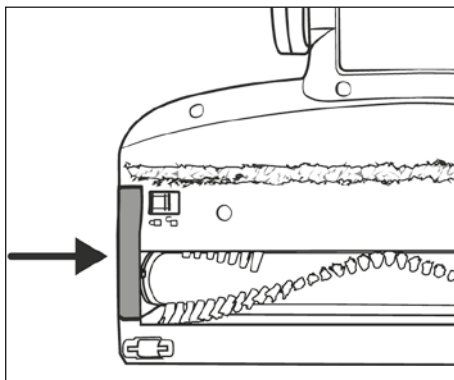

Abb. 29
- 6) Setzen Sie den Bürstenrollenhalter 20 wieder in die Bodenbürste 22 ein. Drücken Sie ihn nach unten, bis er mit einem Klickgeräusch in die Bodenbürste 22 einrastet (siehe Abb. 29).